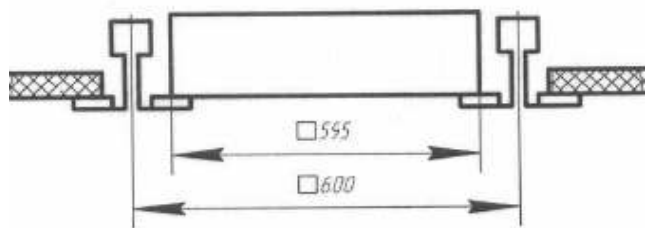

Рисунок 2 - Схема установки светильника
5.3 Установите светильник на опорную поверхность (см. рисунок 2).